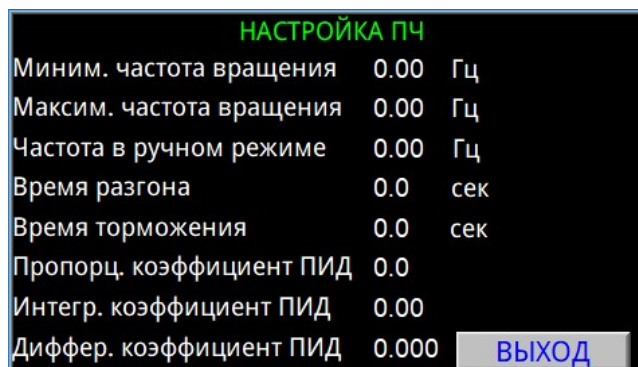

Рисунок 5 Окно «НАСТРОЙКА ПЧ»
2.2.5. В окне «НАСТРОЙКА ПЧ» (Рисунок 5) устанавливаются единые для частотных преобразователей параметры работы.